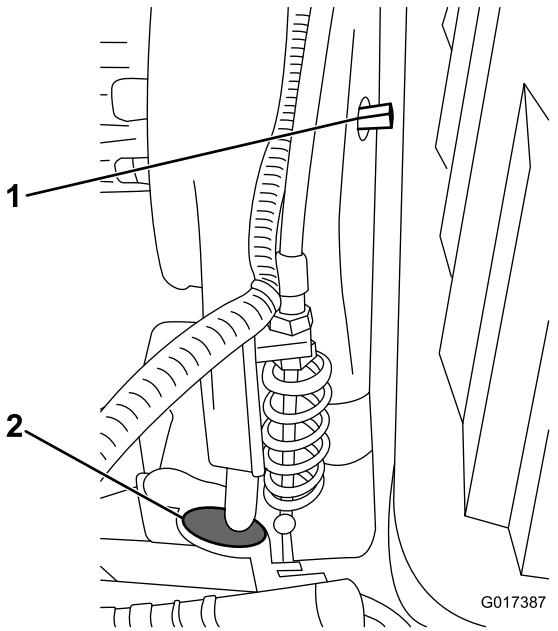
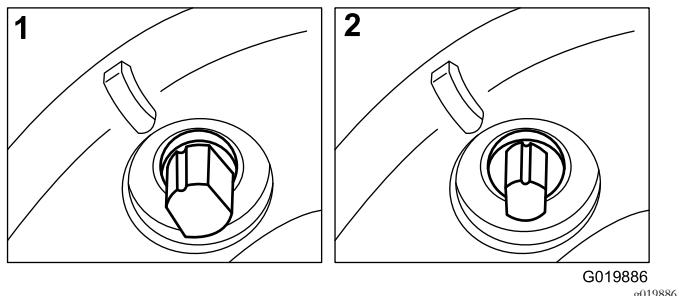

Figura 49
Figura 50
Per accedere alla frizione, togliete il tappo di gomma (Figura 49) dal foro nella parte anteriore della trasmissione.
La cinghia di trasmissione viene tesa mediante una puleggia tendicinghia caricata a molla. Se è necessario innestare o disinnestare la tensione della cinghia, utilizzate una chiave da 3/8 poll. per ruotare l'albero di innesto/disinnesto (Figura 49) alla posizione desiderata. Ruotate l'albero di 1/4 giro per disinnestare il tendicinghia dalla cinghia (Figura 50).
- Nota:** Per vedere la frizione del cilindro, togliete il tappo di gomma (Figura 49) dal foro nella parte anteriore della trasmissione.